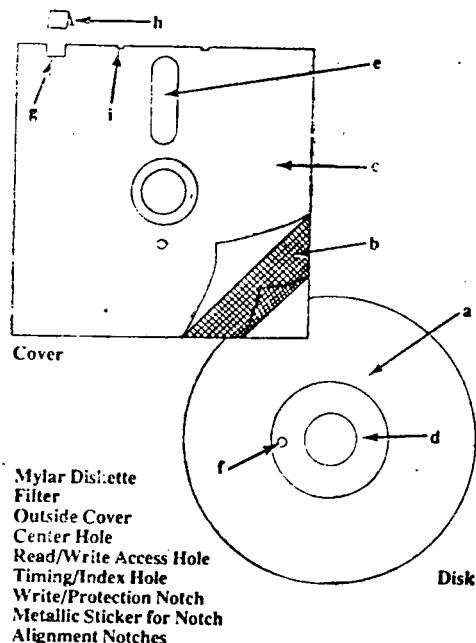

图3.2 软盘配件
1. 软盘 软盘保持信息的方法是和其它大容量磁盘一样，采用磁荷保留。如图3.2所示，软盘（a）是由磁感物质处理过的聚脂薄膜制成。盘有两种标准尺寸——8"或5 $\frac{1}{4}$ "。（目前已有3 $\frac{1}{2}$ "）。这种软盘用一滤纸（b）和外套（c）罩住，以便保护其表面。中央孔（d）适当地保证软盘在盘驱动器的定位，一旦软盘插入驱动器内，一个夹具就抓住盘的中央部位，使外套内的盘旋转起来。盘的外套开有椭圆形孔（e），可以使盘驱动器上的磁头读取和删除软盘面上的信息。定时孔（f）又称索引孔，是一个参考点，盘驱动器用它来确认软盘面的当前位置。大多数软盘有写保护缺口（g），它能防止对软盘再写入信息及清除已存储的信息，亦即此时的软盘成为只读存储设备。这里必须注意混淆的是对于8"软盘如果缺口暴露则有“写保护”功能，但对多数5 $\frac{1}{4}$ "软盘却正好相反，只有用一小张金属纸或塑料纸（h）把缺口封住，“写保护”才起作用。最后，很多软盘都有两个校直缺口（i），当软盘旋转时盘驱动器用它紧固软盘外套。